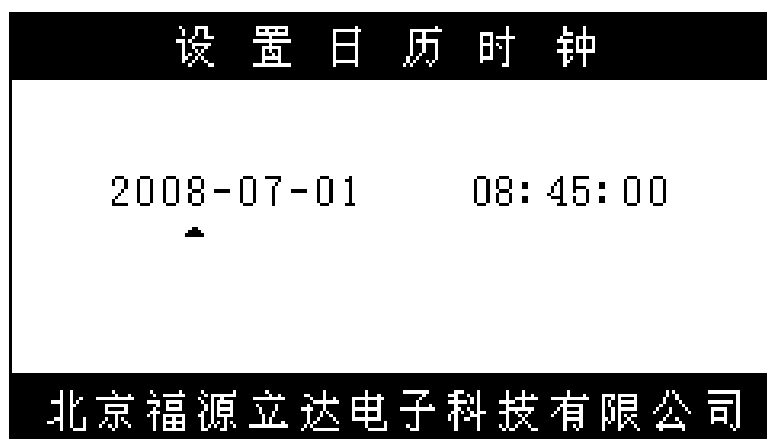

图 15 设置日历时钟
- 2. 系统进入“设置日历时钟”界面（见图 15），操作“向右”或“向左”键可以移动光标选择要修改的数位，操作“向上”或“向下”键可以移动光标设置日期、时间的数值，设置日历、时钟用户可根据自己的需求来设置；